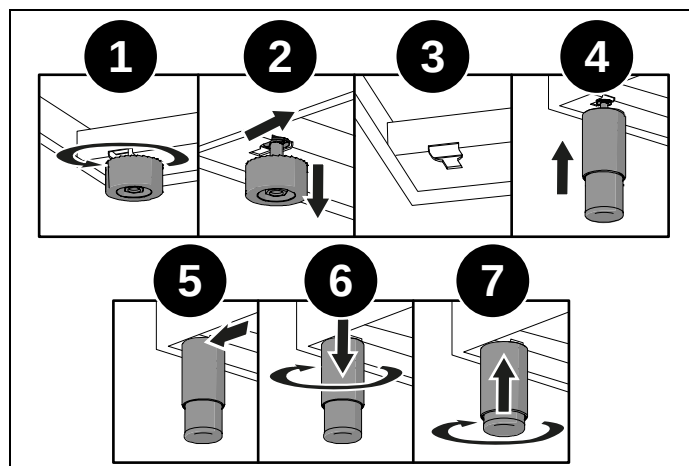

Fig. 4
- demonter støttene (1 og 2, Fig. 4),
- sett føttene inn i nøkkelsporene på undersiden av apparatet (3 og 4, Fig. 4),
- skru fast føttene til de sitter fast og stabilt i basen (5 og 6, Fig. 4),
Juster høyden på føttene til riktig høyde (7, Fig. 4).
Når apparatet senkes, unngå å belaste føttene (Fig. 4). Det anbefales å bruke et underlagsplate på eller en pall under basen for å unngå at kjøkkeninnredningen heller.